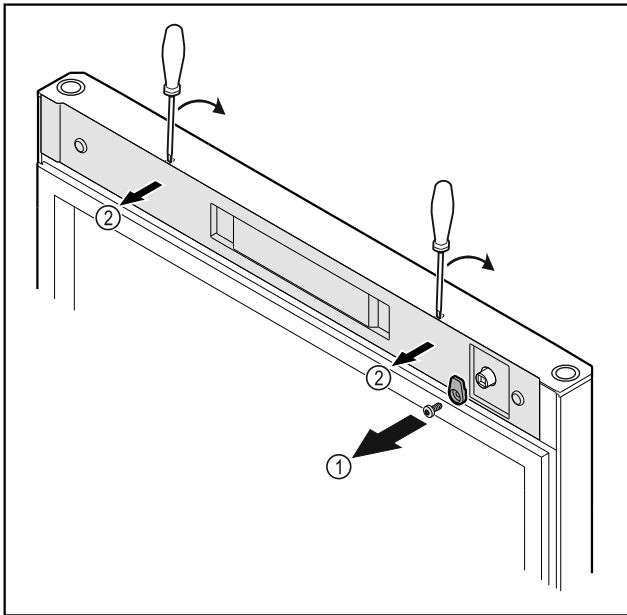

Fig. 12 \*
- ▶ Dévisser le crochet de fermeture Fig. 12 (1)\*
- ▶ Décrocher le cache Fig. 12 (1) avec un petit tournevis et le retirer.\*